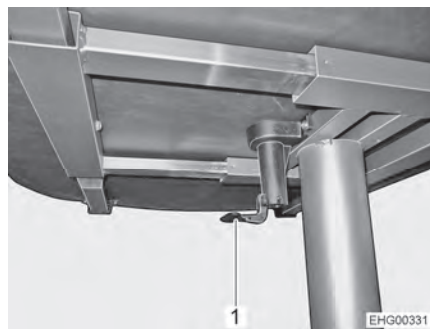

Bild 58 Lyftbord
- Fäll ner spaken på det centrala bordslåset (Bild 58,1).